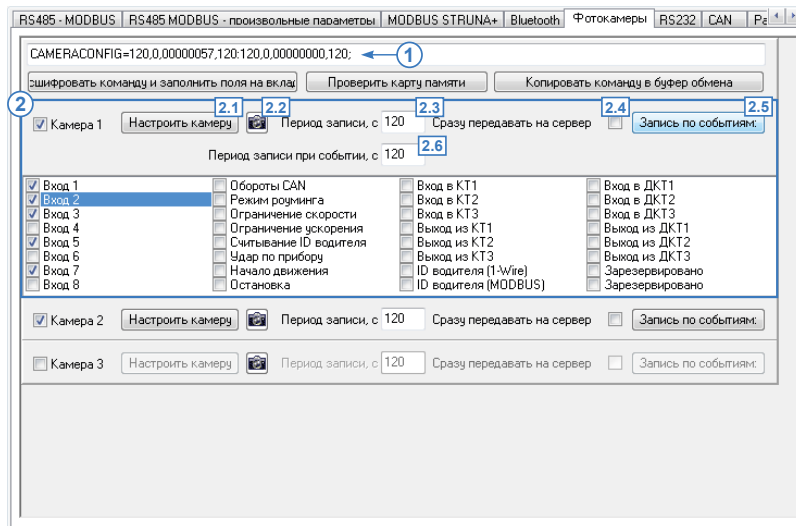

Рис.43. Вкладка «Фотокамеры».
- установить сетевой адрес камеры. Для этого – нажать кнопку «Настроить камеру» (**Рис.43, п. 2.1**). Камере автоматически будет присвоен адрес, соответствующий ее порядковому номеру: Камере 1 будет присвоен адрес 1, Камере 2 – адрес 2 и т. д.
- удостовериться, что камере присвоен нужный адрес, можно сделав пробный снимок. Для того чтобы сделать пробный снимок, необходимо нажать кнопку «Сделать снимок» (**Рис.43, п. 2.2**). Снимок будет записан в дополнительную память прибора «АвтоГРАФ». Статус выполнения отображается в окне состояния программы.
- в поле «Период записи, с» (**Рис.43, п. 2.3**) задать период, с которым прибор будет записывать снимки с камер. Период следует задавать в секундах.
- включить опцию «Сразу передавать на сервер», если необходимо передавать снимки на сервер, сразу после получения с камеры (**Рис.43, п. 2.4**).
- настроить запись фотоснимков по событиям, если необходимо. Снимки могут выполняться по запрограммированным событиям бортового контроллера. Для этого необходимо нажать кнопку «Запись по событиям» (**Рис.43, п. 2.5**), затем в появившемся списке событий прибора выбрать события, инициирующие принудительную запись снимка с настраиваемой камеры. Выбранные события должны быть настроены в приборе – заданы активные состояния, пороги срабатывания и т. д.
- в поле «Период записи при событии, с» (**Рис.43, п. 2.6**) задать отдельный период записи фотоснимков при событии. Период следует задавать в секундах. Запись фотоснимков, пока событие выполняется, может осуществляться как чаще, так и реже. Если не требуется изменять период записи во время события, необходимо задать значение, равное «Периоду записи» (**Рис.43, п. 2.3**).